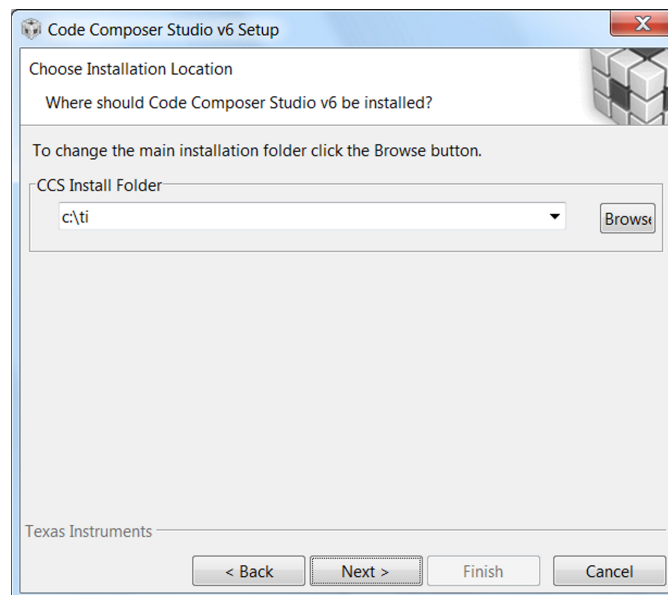

図 10. CCSのデフォルトのインストール先
- Step 3. インストール先のディレクトリを選択します。デフォルト設定 (c:\ti)を使用すると、SDKのインストール時に手順が省略されます(図 10を参照)。